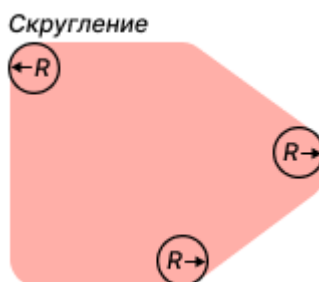

Рис. 163 Скругление углов апертуры
- Скругление – значение радиуса сопрягающей дуги окружности, может быть задано в диапазоне $0 - 50$ мм с шагом $0,1$ мм. При указании значения > 0 скругление применяется ко всем углам апертуры. Значение скругления не может быть больше, чем половина наименьшего из значений высоты или ширины апертуры ($R \leq 1/2 * \min(\text{Высота}, \text{Ширина})$), см. Рис. 163.